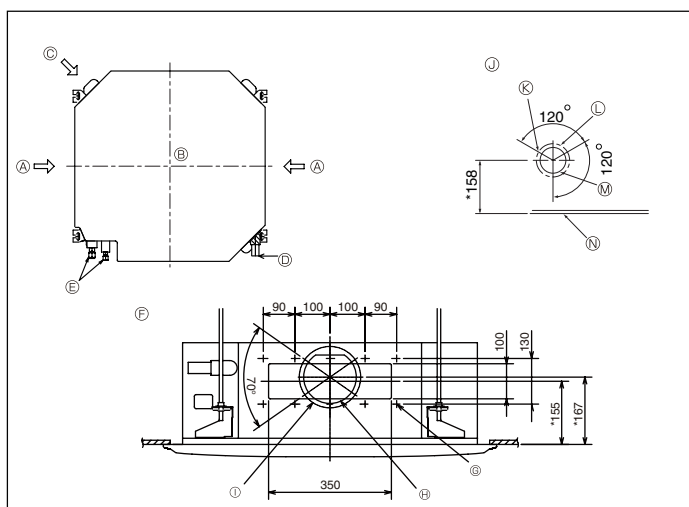

Fig. 3-4
3.4. Отверстие для ответвления вентиляционного канала и входное отверстие для свежего воздуха (Fig. 3-4)
Во время установки по мере необходимости используйте отверстия вентиляционного канала (вырезанные), расположенные в позициях, показанных на Fig. 3-4.